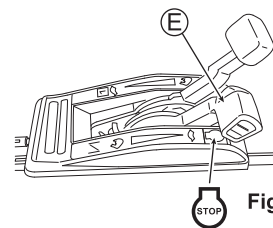

Fig. 15
2. Placez la manette des gaz (E) sur la position "STOP". (Voir Fig. 15)